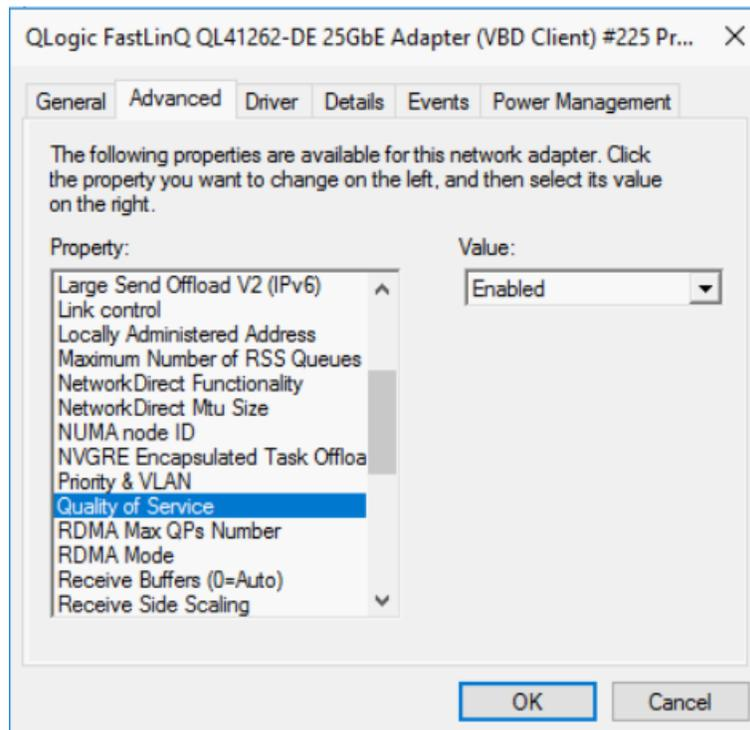

Abbildung 13-11. Erweiterte Eigenschaften: Aktivieren von QoS
- a. Wählen Sie auf der Seite „Advanced properties“ (Erweiterte Eigenschaften) des Adapters (Abbildung 13-11) unter **Property** (Eigenschaft) die Option **Quality of Service** (Servicequalität) aus und setzen Sie den Wert auf **Enabled** (Aktiviert).